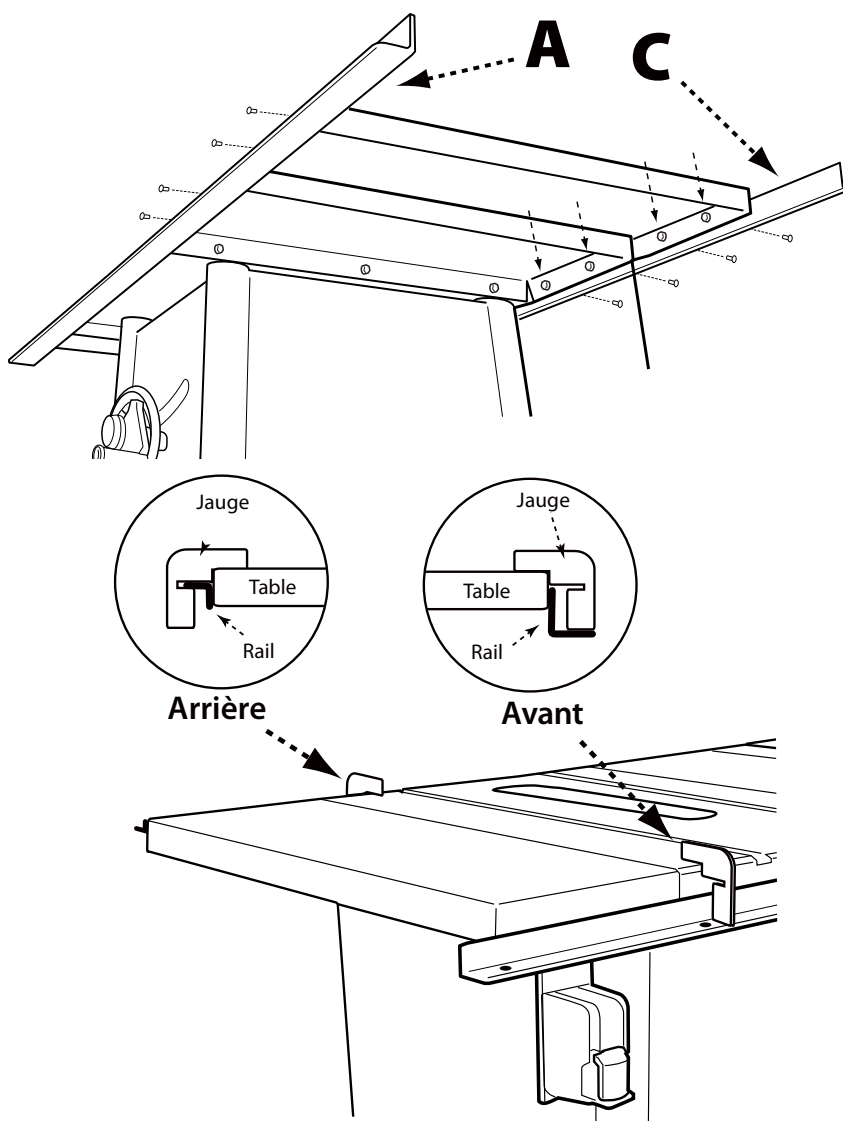

FIGURE 6
1. Attacher le rail (A) avant (2"x2"x57" pour les modèles de capacité de refente de 30"), (2"x2"x79" pour les modèles de capacité de refente de 52"), à l'établi et aux rallonges extensibles à l'aide des vis à tête plate 5/16-18 x 1 1/8". Aligner les trous du rail avec ceux de l'établi et des rallonges extensibles.
2. Utiliser la jauge d'alignement du rail fournie (B) pour s'assurer que le rail est à une distance appropriée du sommet de l'établi de chaque côté de l'établi en fonte (fig 6). Puis utiliser la jauge pour établir la même distance appropriée pour les rallonges extensibles.
5. Utiliser la jauge d'alignement du rail (B) pour s'assurer que le rail est à une distance appropriée du sommet de l'établi de chaque côté de l'établi en fonte (fig 6). Puis utiliser la jauge pour établir la même distance appropriée pour les rallonges extensibles.